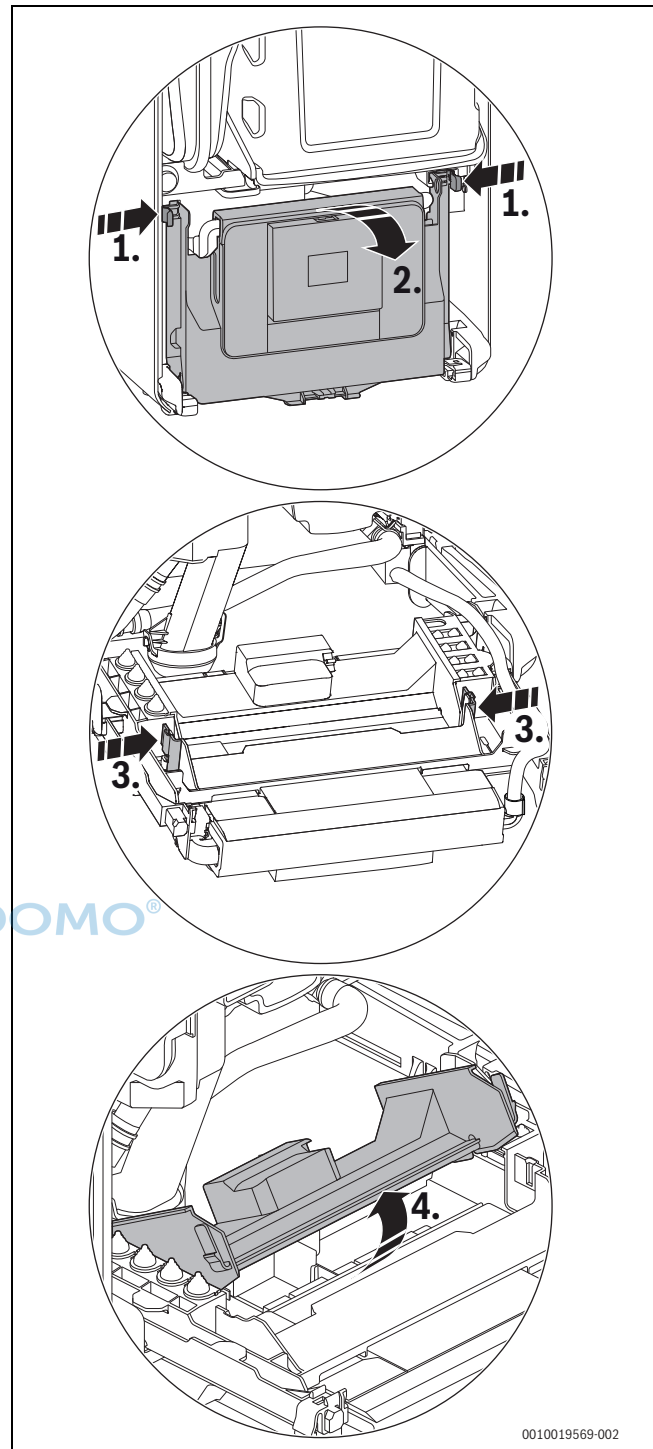

Bild 131 Abdeckung öffnen
- Steuergerät herunterklappen (→ Bild 131).